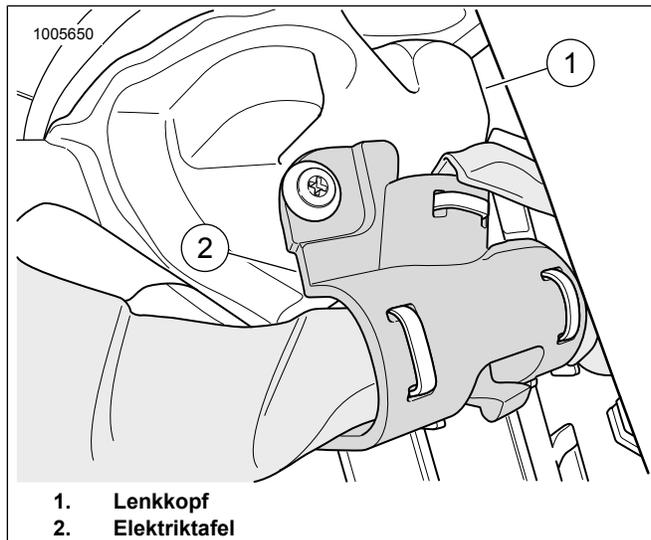

Abbildung 4. Lenkkopf
9. Siehe Abbildung 4. Das Ende des 48-in- Kabelbaums zum Lenkkopf (1) führen. Zum Befestigen des Kabelbaums eine Elektriktafel (2) verwenden.